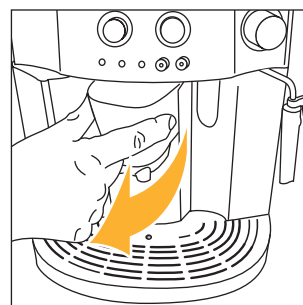
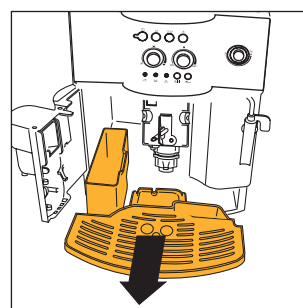

Рис. 15
Рис. 16
ПРИМЕЧАНИЕ 7: кофеварка подсчитывает количество чашек воды, которые были приготовлены. Каждые 14 маленьких чашек (или 7 больших) загорается индикатор  (гл. 12, пункт 3), предупреждая, что кассета для кофейной гущи заполнена и ее необходимо вытряхнуть и прочистить. До очистки кассеты для гущи лампа остается горячей, а кофеварка больше не готовит кофе. Для того, чтобы произвести очистку, откройте дверцу для обслуживания, расположенную в передней части, потянув за узел подачи кофе, рис. 15; загорится мигающий индикатор  , см. пар.12, п. 9, затем извлеките ванночку для сбора воды, рис. 16, слейте и очистите ее. Тщательно очистите кассету для кофейной гущи, удалив все остатки которые могут находиться на дне. Высушите влагу от конденсата, который может появиться в кофеварке под ванночкой для сбора воды. **ОБРАТИТЕ ВНИМАНИЕ:** когда извлекается ванночка для сбора воды **НЕОБХОДИМО ОБЯЗАТЕЛЬНО** чистить кассету для гущи, даже если она не заполнена. Если эта операция не выполняется может случиться что, во время приготовления последующих порций кофе, кассета переполнится и кофеварка засорится кофе.
- откройте дверцу для обслуживания, рис. 15;
- извлеките ванночку для сбора воды и кассету для гущи, рис. 16 и промойте их;